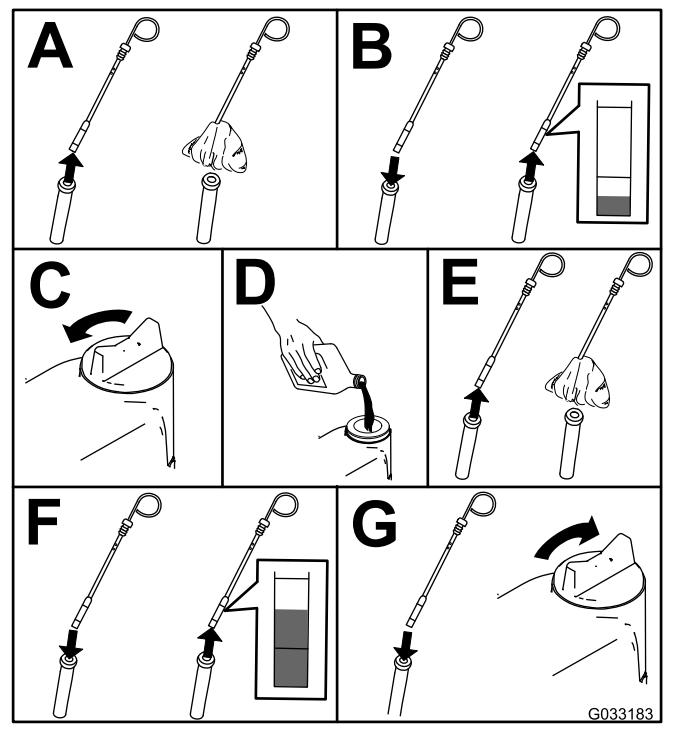

Bild 72
2. Prüfen Sie den Ölstand im Motor (Bild 72).